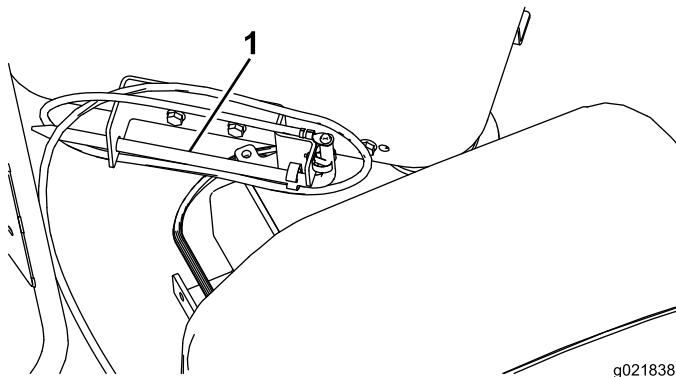

Figura 78
1. Retire la pica de tierra del soporte situado en el lateral de la plataforma del operador (Figura 78).